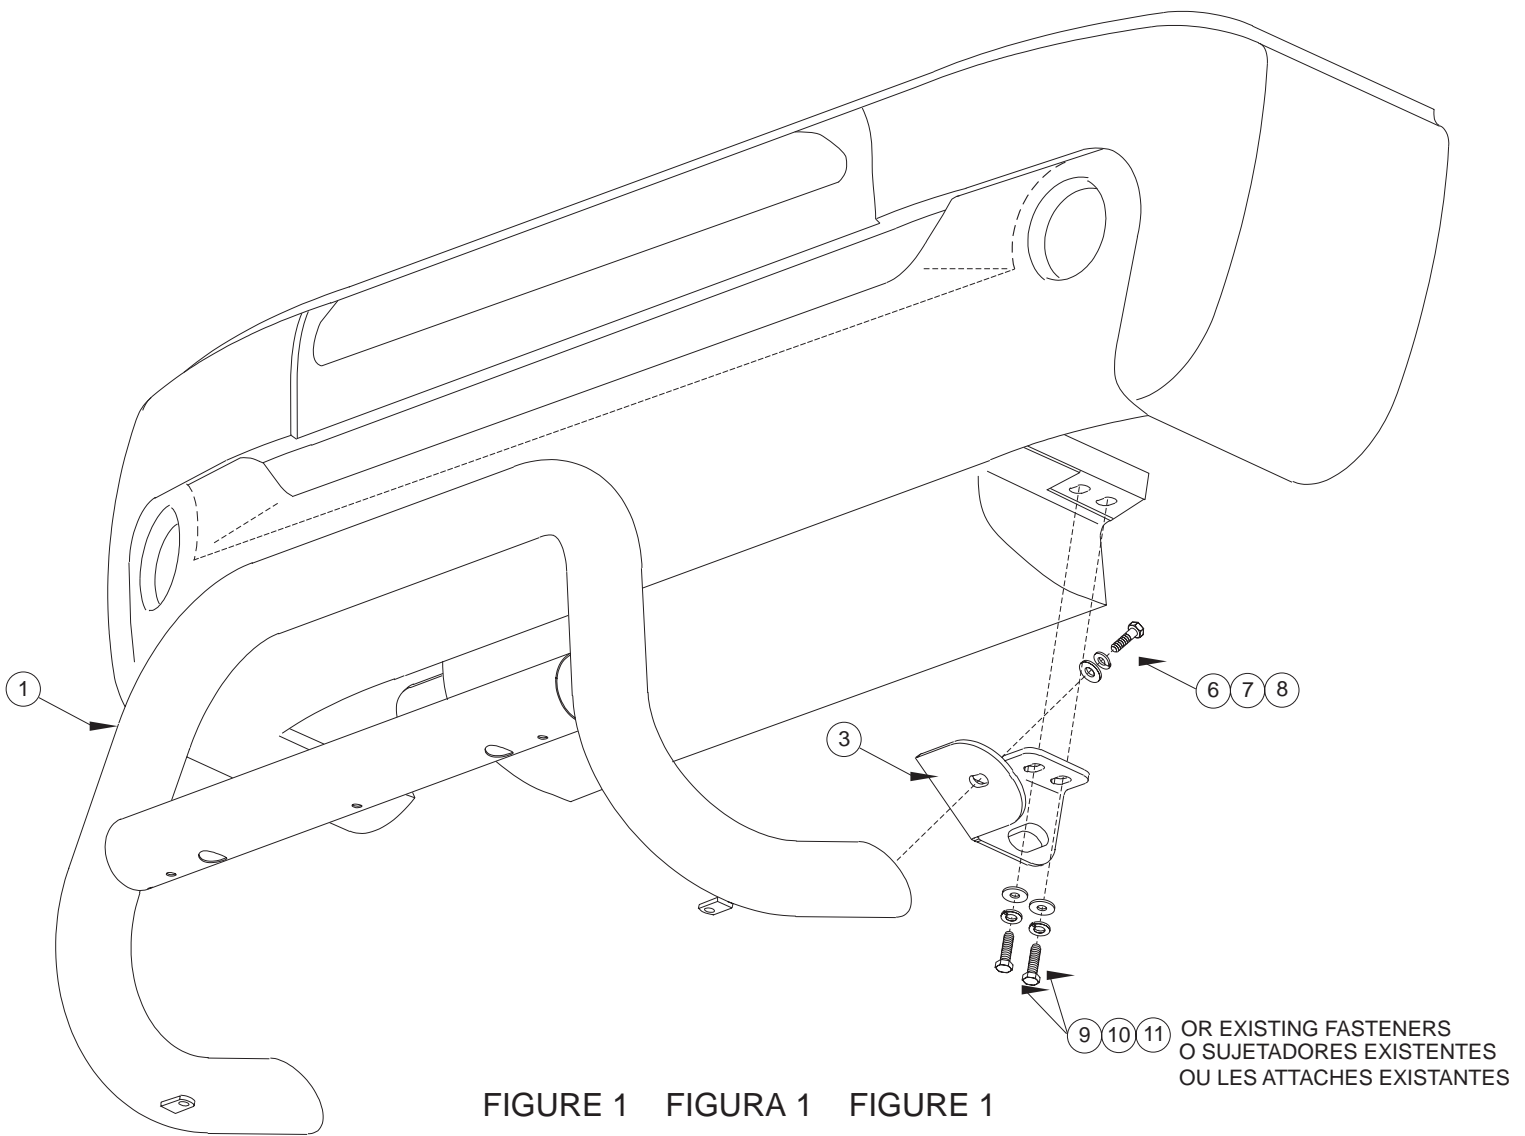

FIGURE 1 FIGURA 1 FIGURE 1
- STEP 3.** Determine passenger and driver brackets. **SEE FIGURE 1.** Remove and discard tie down loop and tow hook. Save shorter 12mm fasteners. Attach brackets using shorter existing fasteners and supplied 12mm bolts as shown. Leave loose.
- ETAPE 3. Etablissez les supports côté conducteur et côté passager. **VOIR FIGURE 1.** Retirez et rebutez le cerceau de retenue et le crochet de dépannage (conservez les courtes attaches 12mm). Montez les supports à l'aide des courtes attaches existantes et les boulons 12mm fournis, tel qu'illustré. Ne pas serrer.
REPOSE DES PHARES: Insérez le goujon de la base du phare dans le trou du tube transversal. À l'aide du cliquet avec la rallonge et la douille de la dimension de l'écrou fourni, insérez dans l'espacement au bas du tube transversal. Filetez l'écrou et les bagues sur le goujon et serrez. **VOIR FIGURE 1. NOTA :** Une douille courte plutôt que profonde fonctionne mieux pour faire commencer l'écrou.